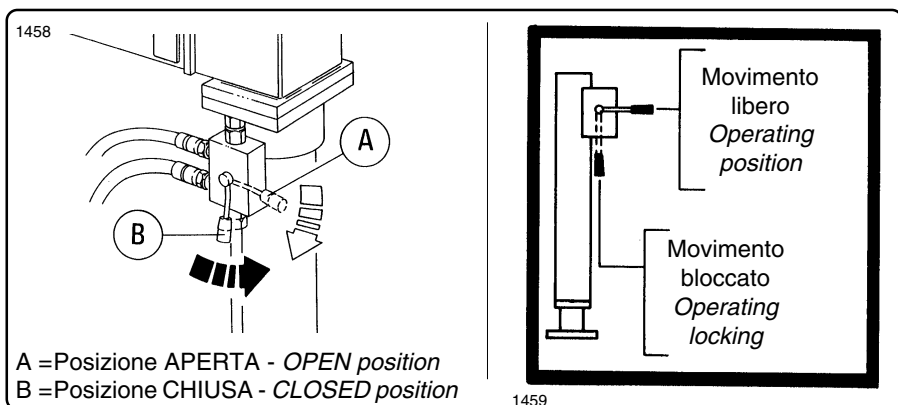

fig. 6.7.13
- 1** Aprire il rubinetto valvola (fig. 6.7.13) per permettere lo sfilamento verticale del martinetto stabilizzatore e agire sulla leva del distributore (vedi pag. 6.15).
- 1** *Open the valve (fig. 6.7.13) to allow vertical extension of the outrigger cylinder and operate the control valve block lever (see page 6.15).*
Completata la messa in opera di tutti i martinetti stabilizzatori accertarsi che le leve di fig. 6.7.13 si trovino tutti in posizione chiusa "B".
Once you have operated all the outrigger cylinders, make sure the levers shown in fig. 6.7.13 are locked in position "B".